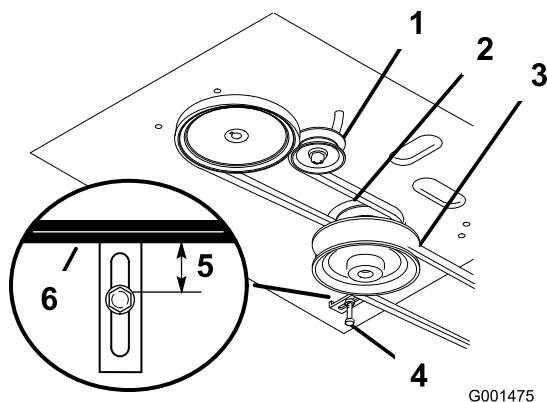

Figura 47
- Compruebe que la guía de la correa, situada debajo del bastidor del motor, está ajustada correctamente (Figura 47).
Nota: La distancia entre la guía de la correa y la correa del cortacésped debe ser de 19 mm (3/4 pulgada) cuando la correa del cortacésped está engranada (Figura 47). Ajuste la correa del cortacésped si es necesario. La correa no debe rozar ni salirse de la polea si las guías y la tensión de la correa están correctamente ajustadas.